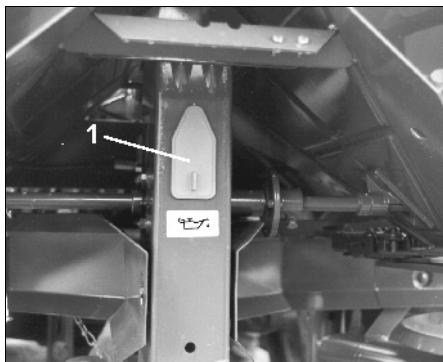

Рис. 57
- Чистите и смазывайте ворошильный валик, приводную цепь (Рис. 57/1).